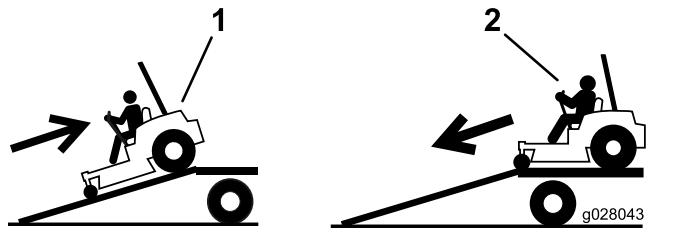

図 31
4. 登りはバックで図 31。
2. 下りは前進で図 31。